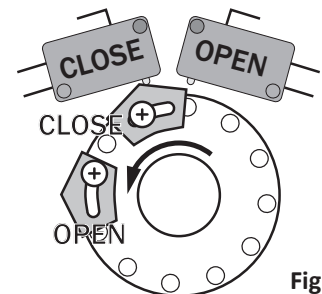
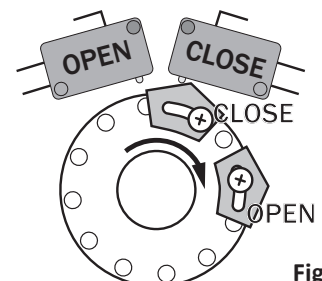

Fig. 2
Fig. 3
- Em base à posição de instalação do motor: direita (fig. 2) ou esquerda (fig. 3) ajuste os fins de curso conforme indicado a seguir.